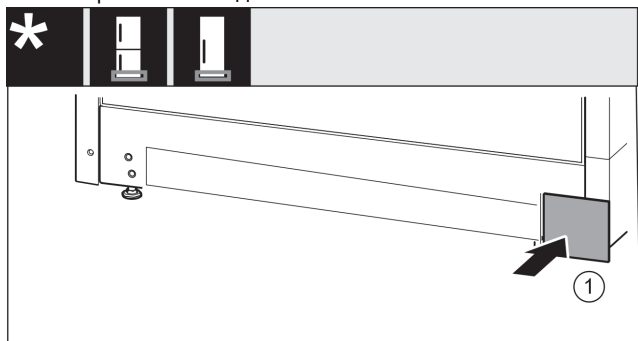

Fig. 50
- Снова установите крышку Fig. 50 (1) с другой стороны.